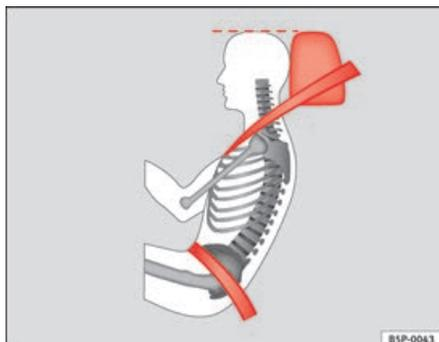

Fig. 14 Sangle bien ajustée et appuie-tête correctement réglé (vue de côté)
- La sangle sous-abdominale de la ceinture de sécurité doit passer devant le bassin, jamais sur le ventre. La ceinture de sécurité doit s'appliquer bien à plat sur le bassin et l'enserrer fermement ⇒ fig. 14. Le cas échéant, resserrez légèrement la sangle.